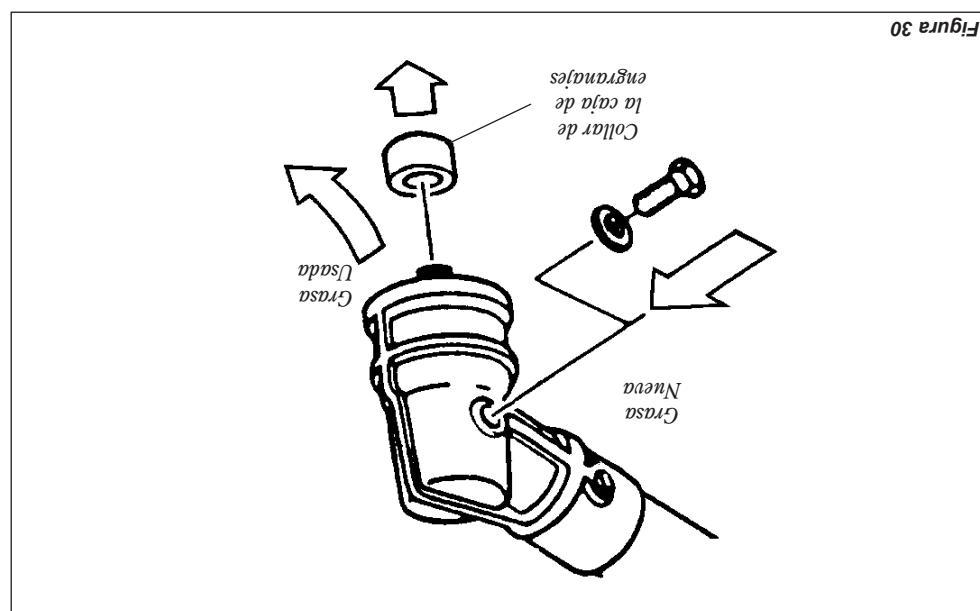

Figura 30
- Use solamente grasa a base de litio, tal como grasa Shimadwa para Caja de engranajes o su equivalente. Consulte la figura 30.